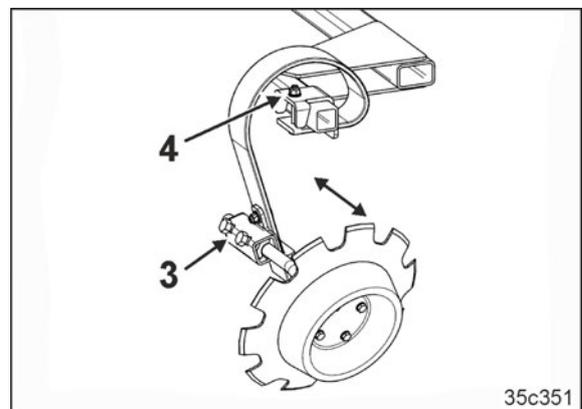
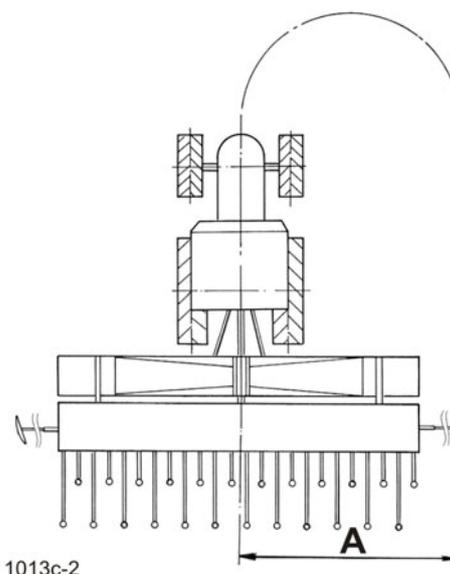

Fig. 206
Fig. 207
9. Desserrer les vis (Fig. 206/3).
10. Régler la longueur du traceur en le déplaçant (Fig. 206) jusqu'à la distance "A" (Fig. 207).
11. Resserrez à fond les vis (Fig. 206/4)
13. Desserrer les vis (Fig. 206/4).
14. Régler la longueur du traceur en le déplaçant (Fig. 206) jusqu'à la distance "A" (Fig. 207).
15. Resserrez à fond les vis (Fig. 206/4)